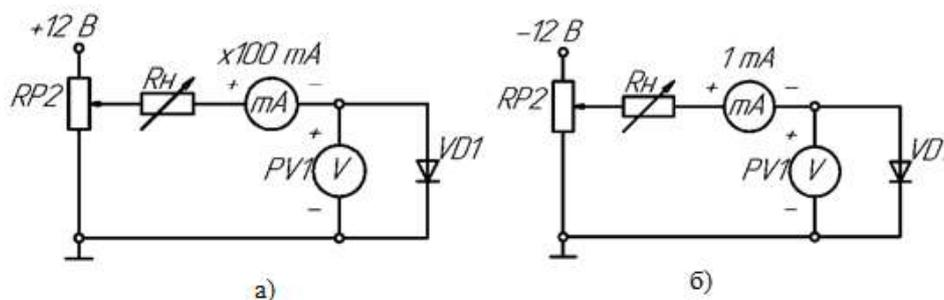

Рисунок 17 – Схема исследования диода
- 1) Собрать схему для исследования выпрямительного диода на постоянном токе в соответствии с принципиальной схемой (рис. 17а). Для измерения анодного тока включить миллиамперметр постоянного тока с пределом 100 мА. Для измерения анодного напряжения использовать мультиметр. Последовательно с диодом включить токоограничивающий резистор R_H .
3) Собрать схему для снятия обратной ветви ВАХ VD1, подключив к RP2 источник -12 В и заменив миллиамперметр, поменяв также его полярность подключения (рис. 17б); снять обратную ветвь ВАХ диода; результаты измерений занести в таблицу 27, по которой построить график обратной ветви ВАХ.